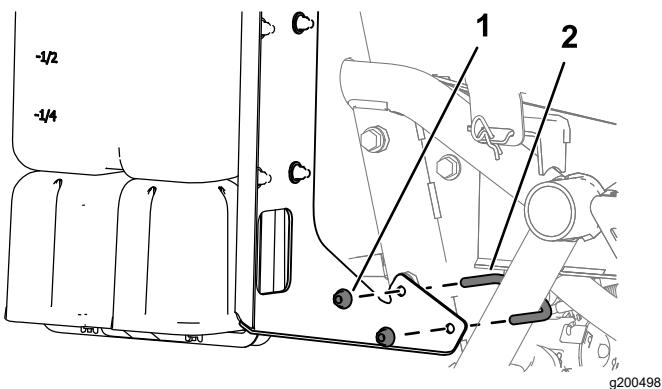

Рисунок 4
5. Установите U-образный болт на машину, как показано на Рисунок 4.